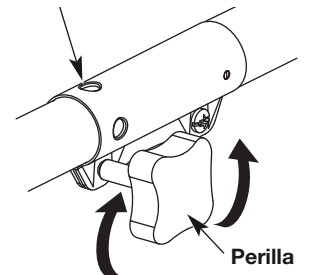
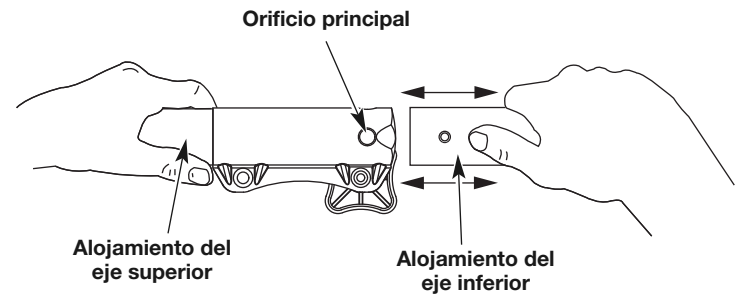

Fig. 4
Fig. 6
- Gire la perilla en el sentido contrario a las agujas del reloj para aflojarla (Fig. 4).
- Mientras sujeta con firmeza el accesorio, empujelo en línea recta dentro del acoplador hasta que el botón de liberación entre a presión y quede firme dentro del orificio principal (Fig. 6).
- Gire la perilla en el sentido de las agujas del reloj para ajustar (Fig. 4).
PRECAUCIÓN: Antes de utilizar esta unidad, asegúrese de que el botón de liberación entre a presión completamente dentro del orificio principal (Fig. 6) y que la perilla (Fig. 4) quede bien ajustada.
Para un reborde decorativo con un accesorio de recorte, trabe el botón de liberación en el orificio de recorte de bordes de 90° (Fig. 4).
- Mientras sujeta firmemente el alojamiento del eje superior, tire del accesorio de manera recta para sacarlo del acoplador (Fig. 6).
ADVERTENCIA: Evite los arranques accidentales. Colóquese en posición de inicio cuando tire de la cuerda de arranque (Fig. 6). El operador y la unidad deben estar en una posición estable al arrancar la unidad para evitar graves lesiones personales.